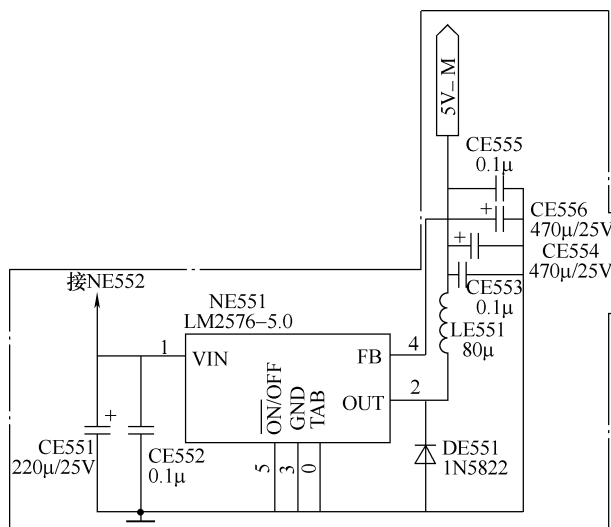

图 6-77 NE551 相关电路截图
【附注】 1) 该机在故障出现时主要检测逻辑板的供电电压（正常为 12V），NE551 ①脚电压（正常为 12V）。2) NE551 相关电路截图如图 6-77 所示。